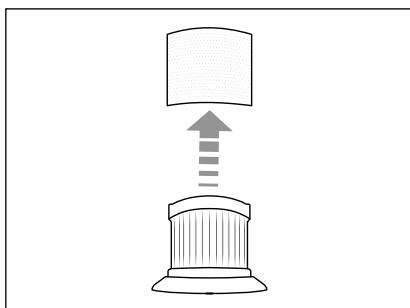

Abb. 12
- 3) Ziehen Sie den EdelstahlfILTER **6** vom EPA-Filter **5** ab (siehe Abb. 12).